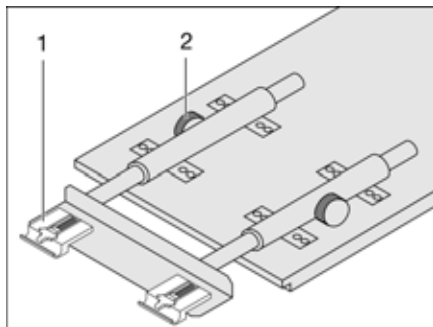

Bild 97 Förstora hängbordet
- Lossa de räfflade skruvarna (Bild 97,2).
- Lyft upp bordsskivan något framtill och dra ut till stoppläget. Bordsförlängningen (Bild 97,1) är helt utdragen.
- Lyft upp bordsskivan något framtill och dra till stoppläget. Bordsförlängningen (Bild 97,1) är helt indragen.